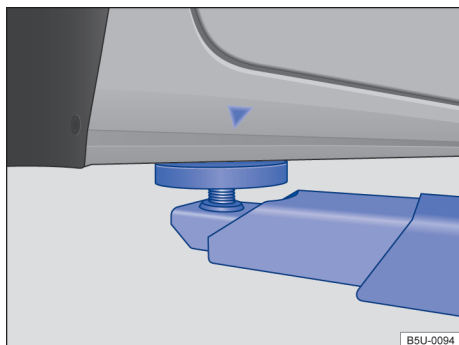
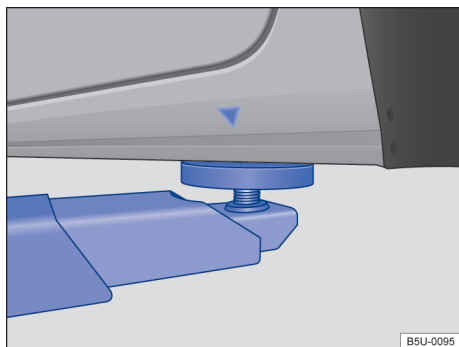

Fig. 149 Pontos de apoio dianteiros para a suspensão com plataforma elevatória ou com macaco.
Fig. 150 Pontos de apoio traseiros para a suspensão com plataforma elevatória ou com macaco.
O veículo deve ser suspenso somente pelos pontos indicados nas figuras → Fig. 149 e → Fig. 150. Se o veículo não for suspenso pelos pontos indicados, podem ocorrer danos no veículo → ⓘ e ferimentos graves → ⚠.
- Suspender o veículo somente pelos pontos indicados nas figuras → Fig. 149 e → Fig. 150. Se o veículo não for suspenso pelos pontos indicados, o veículo poderá cair da plataforma elevatória quando, por exemplo, o motor ou a suspensão for desmontado.